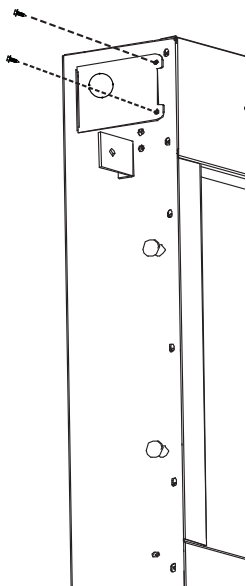
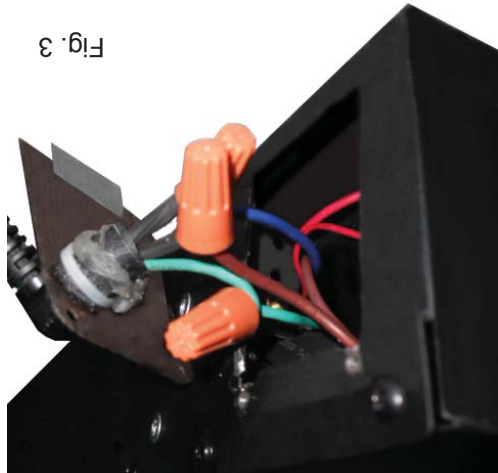

Fig. 2
Fig. 3
**B.** Enlevez les marmettes et le serre-câble du cordon d'alimentation. Vous pouvez jeter le cordon d'alimentation, illustré en Figure 3.
**D.** À l'aide de marmettes, branchez ensemble les fils neutres, puis les fils chargés et, enfin, les fils de mise à la terre, voir Figure 3. Remplacez la nouveaux plaque de recouvrement, utilisant les deux vis illustrée en Figure 2.